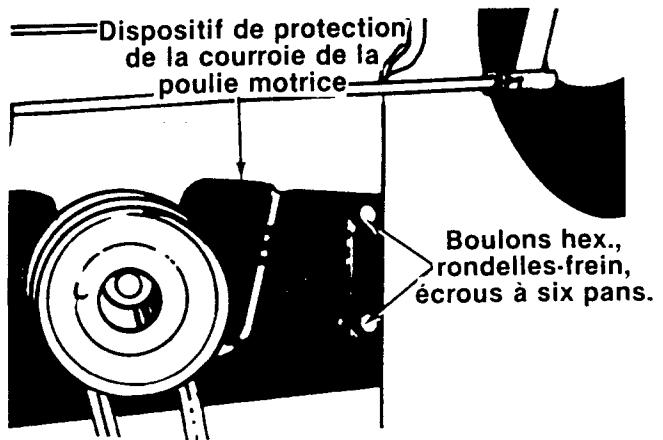

FIGURE 31
5. Enlevez les deux boulons, les deux rondelles-frein et les deux écrous, de chaque côté du châssis, qui retiennent le dispositif de protection de la courroie de la poulie motrice sur le châssis. Voir la figure 31.